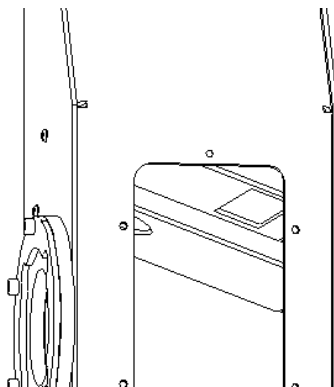

Figura 52 – Deflectores de Fumos no interior da caixa de fumos
- No interior da caixa de fumos (Figura 52) é possível verificar duas chapas deflectoras de fumos que necessitam de ser removidas para garantir a correta manutenção da chaminé.